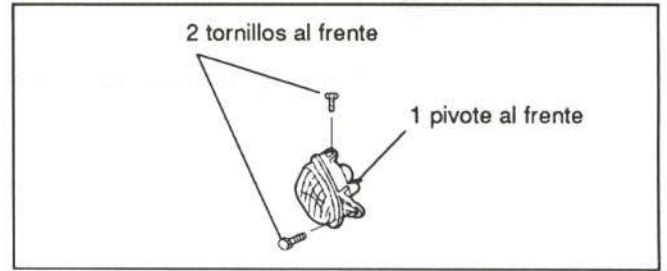

Figura 17.- Unión del conjunto faro-piloto
- Conjunto faro-piloto (figura 17).